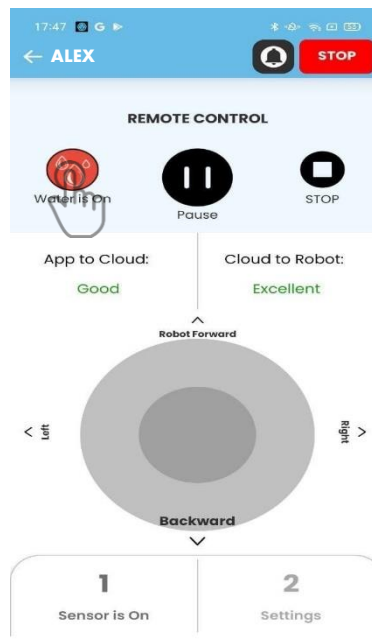

Fig. 5
5. Pour lancer le nettoyage à distance, cliquez sur le bouton "Start". La fonction de nettoyage est lancée en 5 secondes environ, le jet d'eau étant activé par défaut, comme l'indique le bouton à bascule "Eau activée" en haut à gauche, surligné en rouge (Fig. 5).